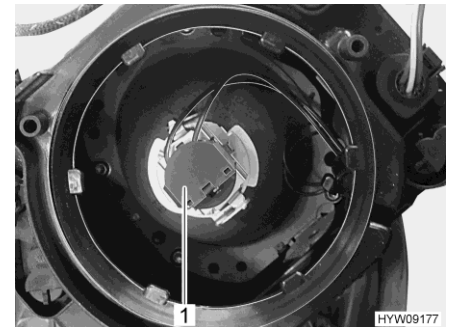

Bild 231 Glühlampe (Abblendlicht/Fernlicht)
- Fassung (Bild 231,1) mit der Lampe entgegen dem Uhrzeigersinn drehen und aus Lampengehäuse nehmen.
- Fassung (Bild 231,1) mit Glühlampe in das Lampengehäuse einsetzen und im Uhrzeigersinn festdrehen. Die Fassung rastet hörbar ein.